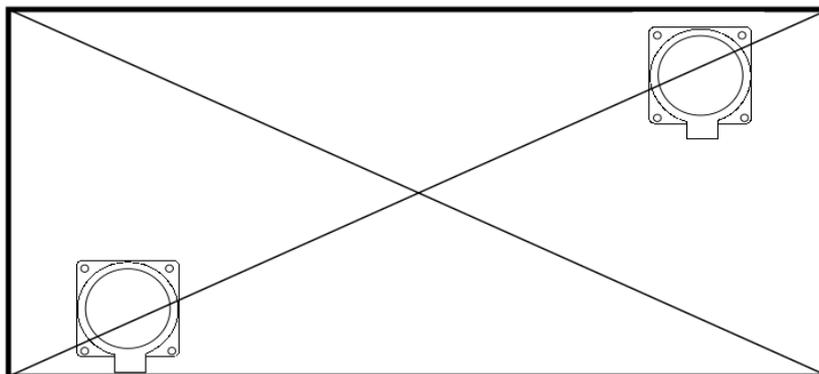

Рис. 2.4 Установка двух ДУТ в топливный бак – вид сверху
- Установка двух ДУТ в один топливный бак позволяет значительно уменьшить зависимость значений уровня топлива от угла наклона ТС. Установка двух ДУТ необходимо производить в местах, указанных на рис. 2.4.